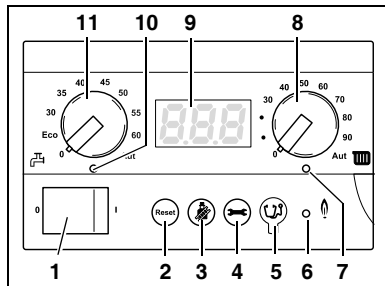

Fig. 8 BC10
De LED „Warmtevraag cv“ (fig. 8, **pos. 7**) gaat branden zodra er een warmtevraag van de regeling ontstaat.
Met de draaiknop voor maximale cv-watertemperatuur (fig. 8, **pos. 8**) kan de cv-watertemperatuur worden ingesteld. De eenheid is °C.
Op het display (fig. 8, **pos. 9**) kunnen displaywaarden, displayinstellingen en displaycodes worden afgelezen.